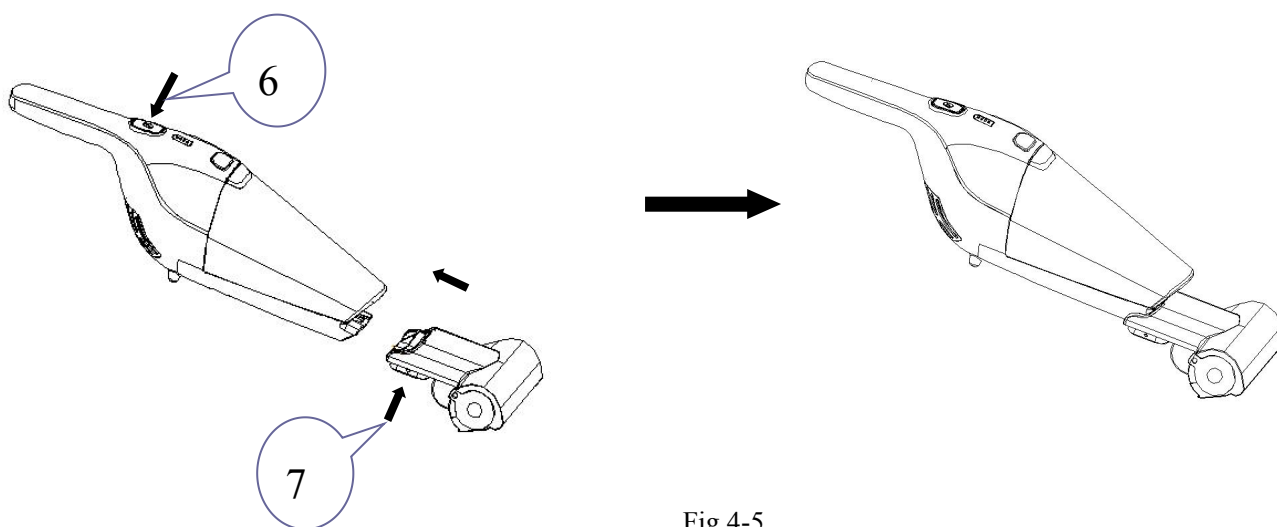

Fig.4-5
Appuyez sur le bouton de dégagement (7) de la petite buse pour assembler la petite buse dans la sous-unité (6). Appuyez sur le bouton d'alimentation (6) de la sous-unité (voir l'illustration Fig.4-5) pour que de la sous-unité commence à fonctionner. La brosse commence également à pivoter. Il peut être utilisé pour nettoyer la poussière, les particules sur le canapé, le matelas, la table et la chaise. Appuyez sur le bouton d'alimentation (6) de la sous-unité pour que la